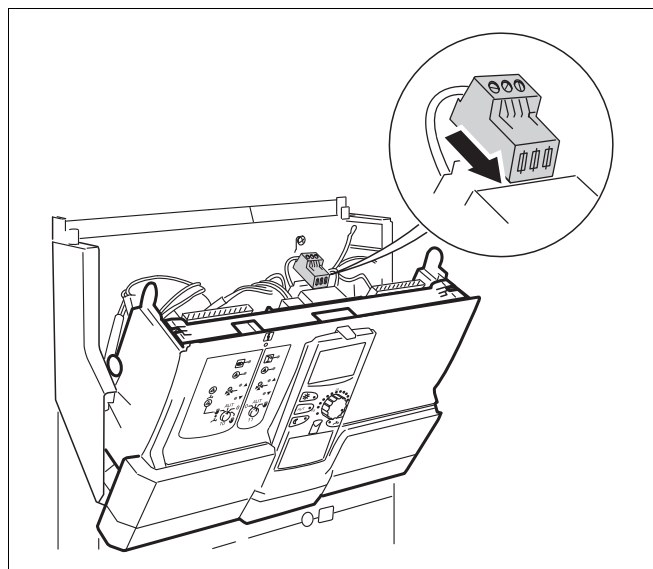

Рис. 9 Подключение к электросети (Logamatic 4121, 4122, 4126)
- Вставьте сетевой штекер непосредственно в сетевой модуль (→ рис. 9).